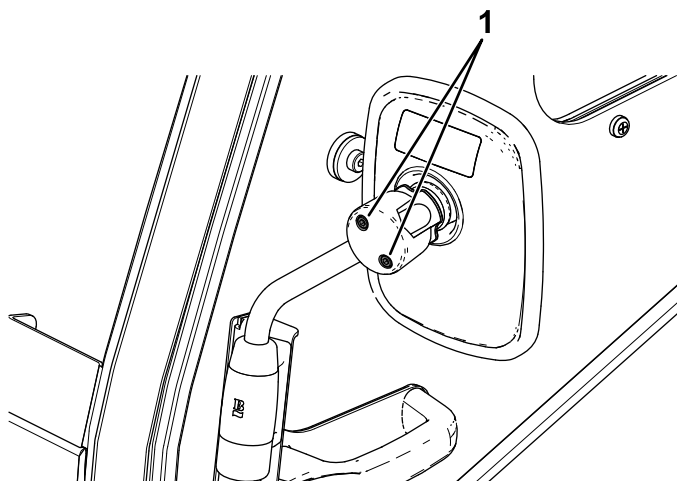

Figur 6
8. Skub spejlet på spejlarmen, og juster spejlet til den ønskede vinkel (Figur 6).